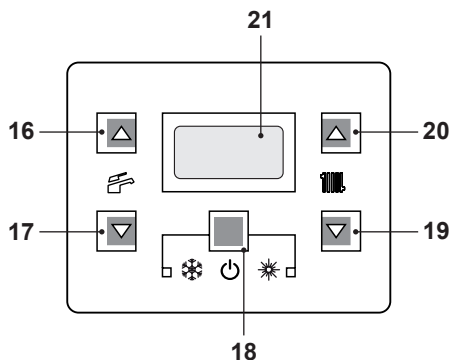
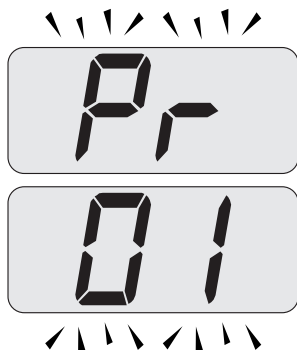
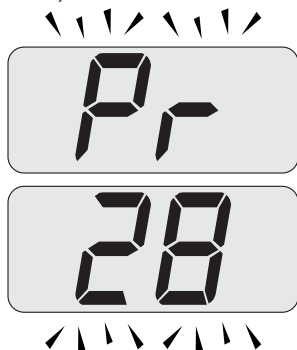

Figura 9.6
Figura 9.7
Figura 9.8
- Entrare in "modalità programmazione" premendo contemporaneamente per 10 secondi i tasti 18 - 19 - 20 (Figura 9.6) fino a far apparire sul display LCD le lettere **Pr** che si alternano con il codice **01**, indicanti l'entrata nel "parametro 01" (Figura 9.7).
- Scorrere i vari parametri utilizzando i tasti 19 o 20 fino a far apparire sul display LCD le lettere **Pr** che si alternano con il codice **28**, indicanti l'entrata nel "parametro 28" (Figura 9.8).
- Premere contemporaneamente i tasti 18 e 20 (Figura 9.6) fino a far apparire sul display LCD il valore del parametro 28 (es. **12** valore di default) (Figura 9.9).
- Premendo il tasto 18 (Figura 9.6) si ottiene la conferma del valore inserito.
- Premendo contemporaneamente i tasti 18 e 19 (Figura 9.6) si esce senza modificare il valore (ritorno alla lista parametri Figura 9.8).
- Premendo contemporaneamente per 10 secondi i tasti 18 - 19 - 20 (Figura 9.6) si esce dalla "modalità programmazione".